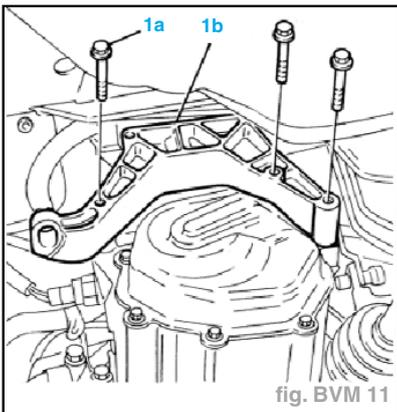

fig. BVM 11
- Dévisser les vis de fixation (1a) du support moteur (1b), côté BV (fig. BVM 11).